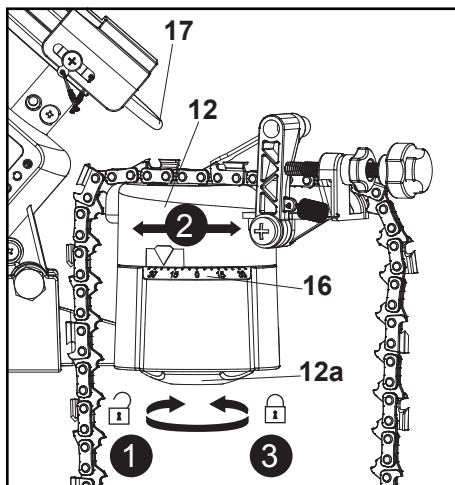

Fig. 5
1. Desaperte ligeiramente a retenção do torno (12a), rodando-a para a esquerda, e, em seguida, rode o torno da corrente de serra (12) para o ângulo necessário da corrente de serra, conforme ilustrado no medidor de ângulo (16) (Fig. 5, passos 1 e 2).
2. Pressione a estrutura do motor (4) pela respetiva pega (2) para verificar se o disco de desbaste (17) corresponde ao ângulo da corrente de serra.
3. Em seguida, aperte a retenção do torno (12a) (Fig. 5, passo 3).